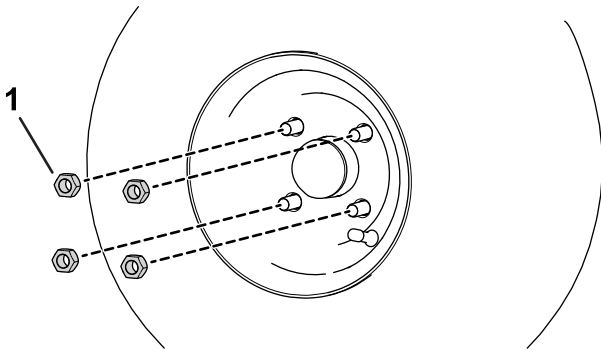

Рисунок 4
1. Используйте ранее снятые зажимные гайки, чтобы прикрепить колесо к ступице (Рисунок 4).